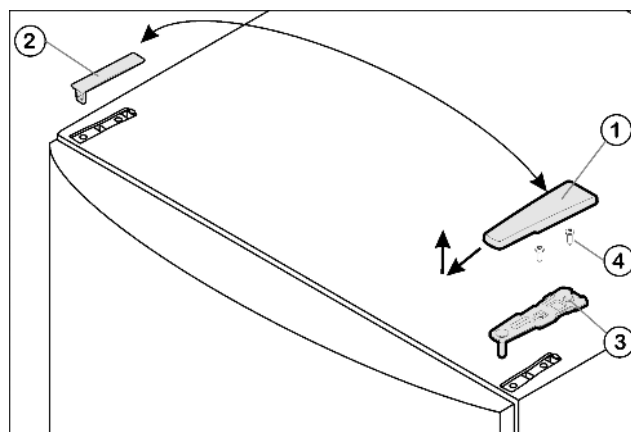

Fig. 4
- ▶ Потяните крышку Fig. 4 (1) вперед и вверх.
- ▶ Снимите крышку Fig. 4 (2).
- ▶ Открутите верхний опорный кронштейн *Fig. 4 (3)*(2 шт. Torx® 25) *Fig. 4 (4)* и вытяните вверх.
- ▶ Установите верхний опорный кронштейн *Fig. 4 (3)* на новой стороне шарнира и защелкните в дверце.
- ▶ Привинтите верхний опорный кронштейн (**с моментом 4 Нм**)(2 шт. Torx® 25) Fig. 4 (4). При необходимости сделайте отверстия или используйте аккумуляторную отвертку.
- ▶ Наденьте и защёлкните крышку Fig. 4 (1) и крышку Fig. 4 (2) на противоположной стороне снаружи.